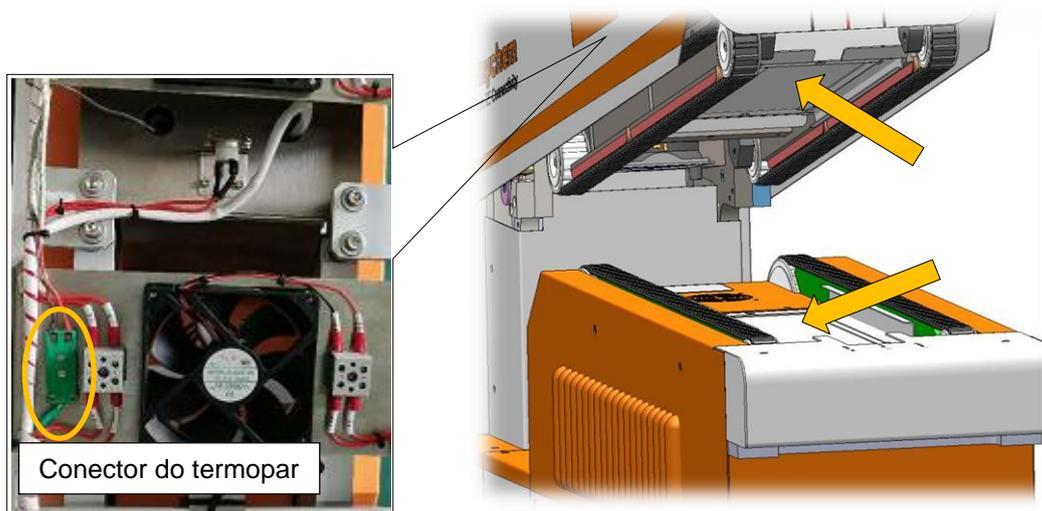

Fig.47 Aquecedor
- Desligue o miniconector do termopar (figura à esquerda Fig.47) ao substituir o aquecedor superior